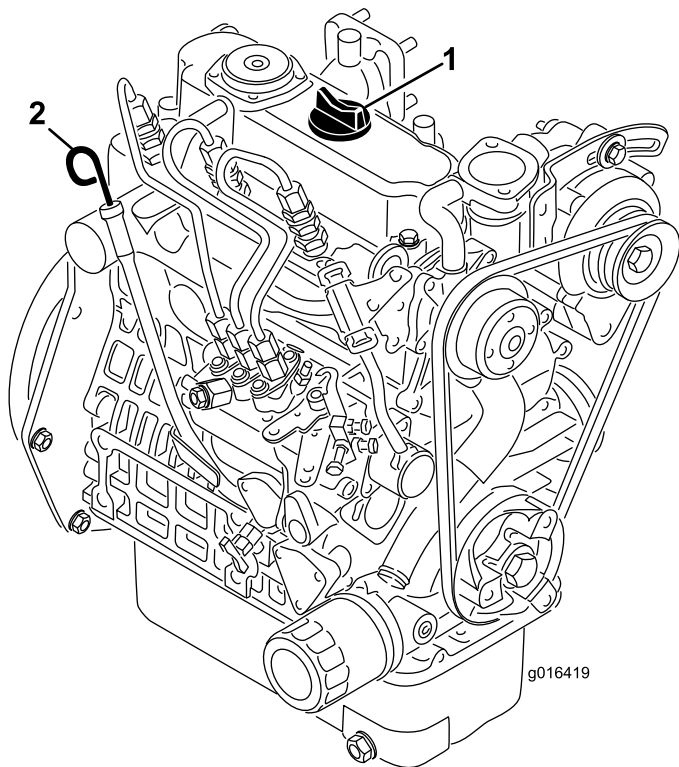

图22
2. 取出量油尺用干净的抹布擦拭图22。将量油尺推入量油尺管道中并确保它完全插入。从量油尺管道取出量油尺、查看油位。如果油位较低、请从气门室盖上拆下加油颈盖、然后缓慢添加足够机油、将油位水平提高到量油尺上的 Full 已满标记。在此过程中应缓慢添加机油并不时检查油位。**切勿过量添加。**